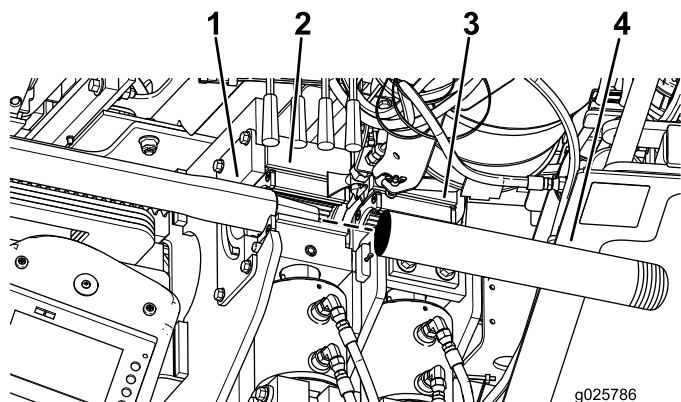

Figura 86
4. Retire el tubo de perforación y la barra de acoplamiento por la guía del tubo y hasta las mordazas, alineando la junta superior ensanchada de la barra de acoplamiento con la mordaza superior (Figura 86).